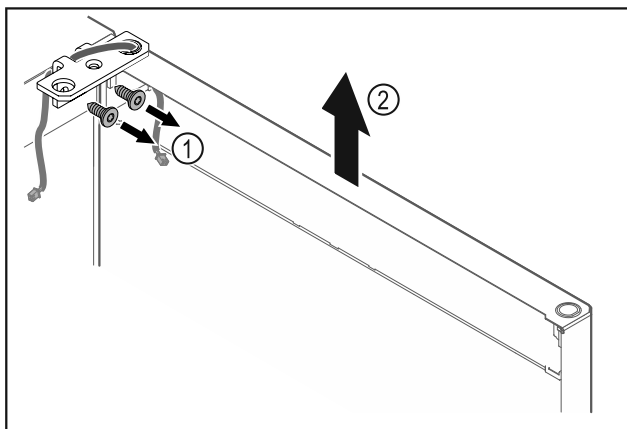

Fig. 15
- Svitare la cerniera angolare Fig. 15 (1).
- Sollevare la porta con la cerniera angolare Fig. 15 (2) di ca. 200 mm verso l'alto in senso orizzontale e rimuoverla.